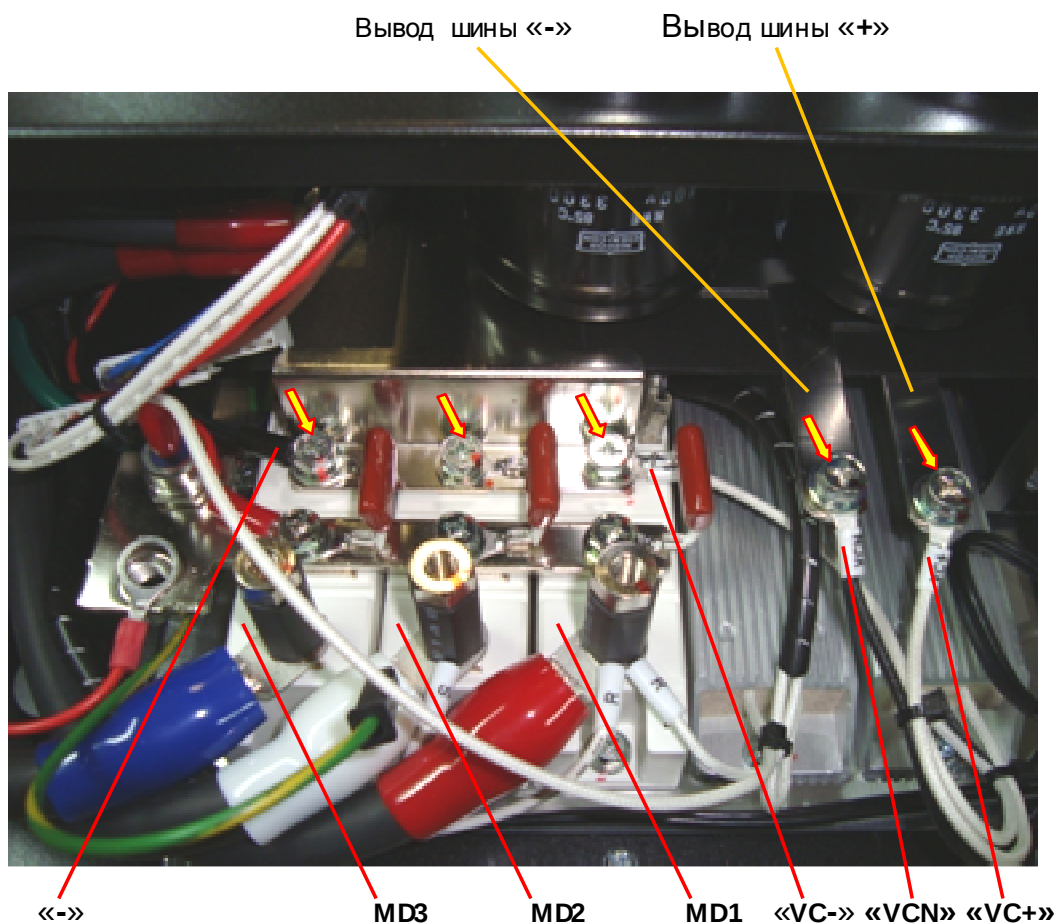

Рис. 7.15
12. вкрутить неплотно три винта крепления шины «-» блока конденсаторов в контакты «3» диодно-тиристорных модулей (рис. 7.15, стрелки); одновременно к контакту модуля **MD1** присоединить вывод балластного конденсатора и кольцевой наконечник провода «VC-» разрядного резистора; к контакту модуля **MD2** присоединить вывод балластного конденсатора; к контакту модуля **MD3** присоединить вывод балластного конденсатора и кольцевой наконечник провода «-» контроля цепи блока конденсаторов (провод черного цвета);
14. прикрутить провод «VC+» разрядного резистора к выводу шины «+» блока конденсаторов (рис. 7.15, стрелки);